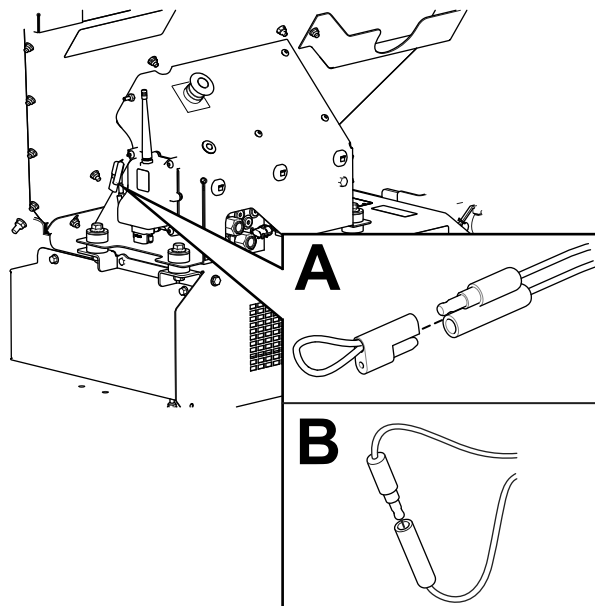

Figure 64
3. Branchez ensemble les prises shunt de diagnostic (Figure 64, B).
2. Débranchez les prises shunt de diagnostic (Figure 64, B).
3. Poussez le bouchon captif sur les 2 prises shunt de diagnostic (Figure 64, A).